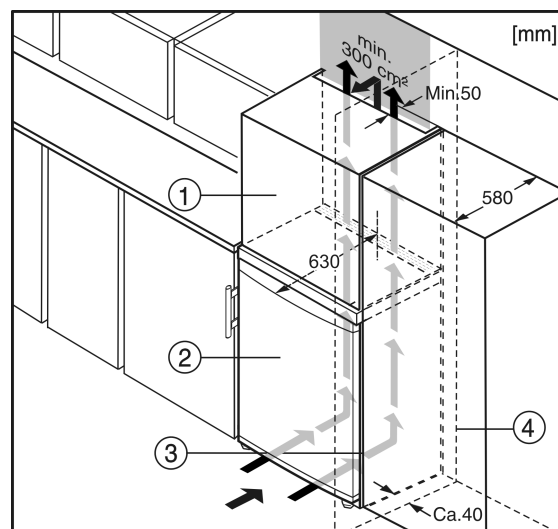

Fig. 6
- (1) Mobile da appoggio
- (2) Apparecchio
- (3) Mobile da cucina
- (4) Parete
L'apparecchio può essere incassato nell'arredamento per la cucina. Per adattare l'apparecchio Fig. 6 (2) all'altezza della cucina componibile, è possibile applicare sopra l'apparecchio un adeguato mobile da appoggio Fig. 6 (1).*
Nell'incasso con mobili da cucina (profondità max. 580 mm) l'apparecchio può essere installato direttamente accanto al mobile da cucina Fig. 6 (3). La porta dell'apparecchio sporge di lato 34 mm e al centro dell'apparecchio 50 mm rispetto alla parte anteriore del mobile da cucina. Questo consente una perfetta apertura e chiusura.*
Se l'apparecchio con cerniere viene installato accanto ad una parete *Fig. 6 (4)*, la distanza minima fra l'apparecchio e la parete deve essere almeno di 40 mm, che corrisponde alla sporgenza della maniglia con la porta aperta.*